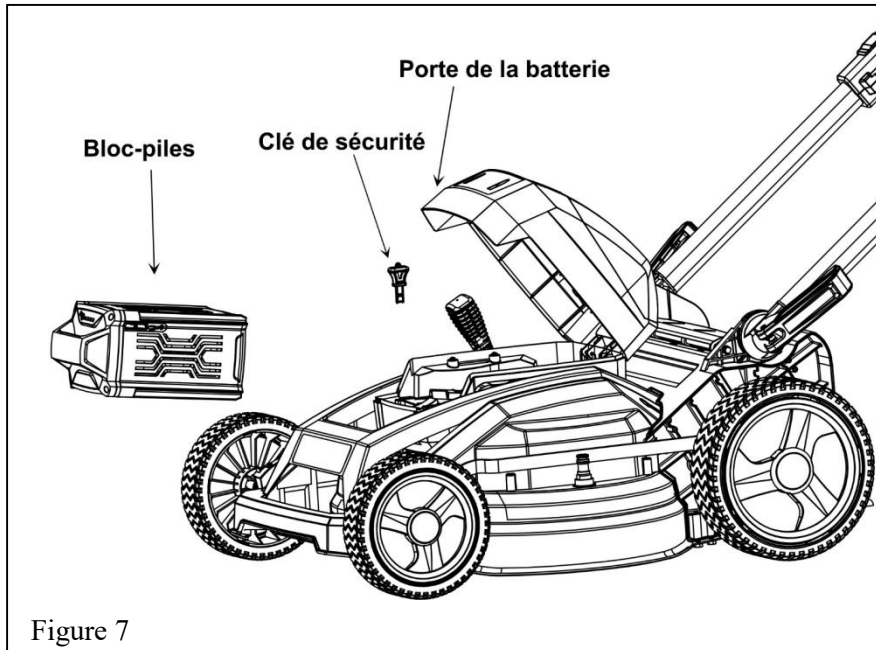

Figure 7
**POUR INSTALLER LE BLOC-PILES** (Voir Figure 7)
**POUR RETIRER LA BATTERIE** (Voir Figure 7)